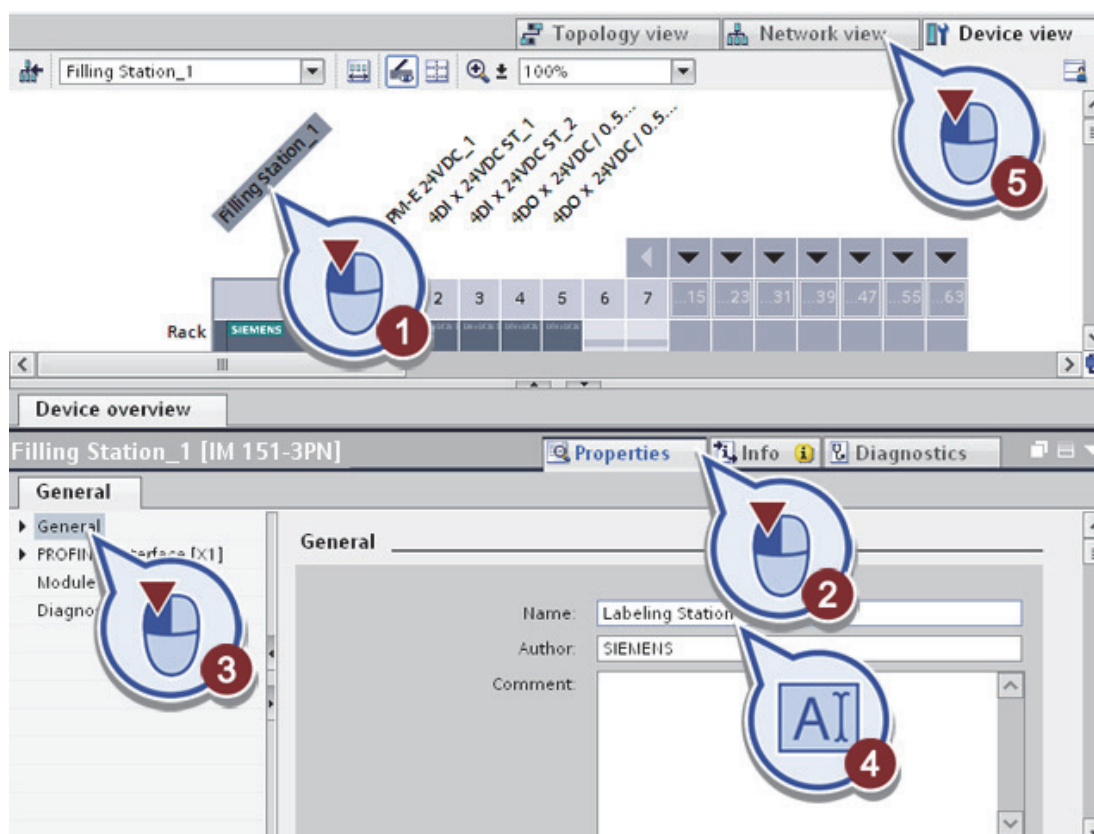

Рис. 1.23. Изменение имени устройства
– откройте свойства модуля IM в окне инспектора и переименовать модуль в «Labeling Station» (рис. 1.23). Затем вернитесь в сетевое представление;